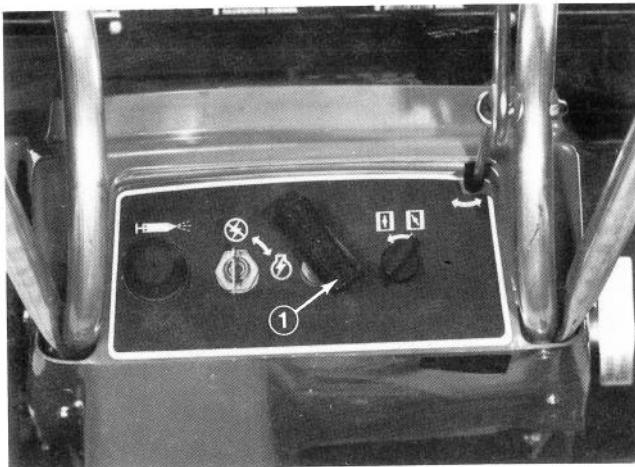

Abb. 5
1. Tupfer (Abb. 5) – Den Tupfer betätigen, damit eine kleine Menge Kraftstoff aus dem Vergaser in den Zylinder eingespritzt wird, wodurch der Motor bei tiefen Temperaturen leichter anspringt. BEI WARMEM MOTOR DEN TUPFER NICHT BETÄTIGEN.
2. Choke (Abb. 5) – Zum Starten des Motors den Choke nach rechts drehen. Dadurch wird weniger Luft in den Vergaser angesaugt, so dass der Motor ein reiches Benzingemisch erhält und leichter anspringt.
3. Zündschloss (Abb. 5) – Der Schalter hat die Stellung "Zündung an" und "Hauptstrom aus". Den Zündschlüssel auf "Zündung an" drehen, dann kann der Motor durch Ziehen am Starterseil
4. Rücklaufstarter (Abb. 5) – Zum Starten des Motors das Starterseil kräftig herausziehen.
5. Auswurfverstellung (Abb. 5) – Durch Drehen am Griff kann die Schneeauswurfrichtung bestimmt werden, d.h. nach rechts, nach links oder nach vorn.